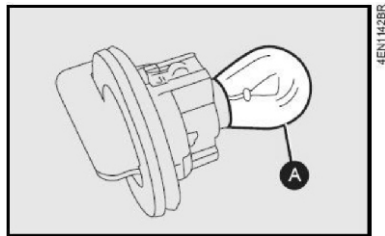

fig. 19
2) quitar el bombillo **A-fig. 19**, empujándolo un poco y girándolo en sentido horario;